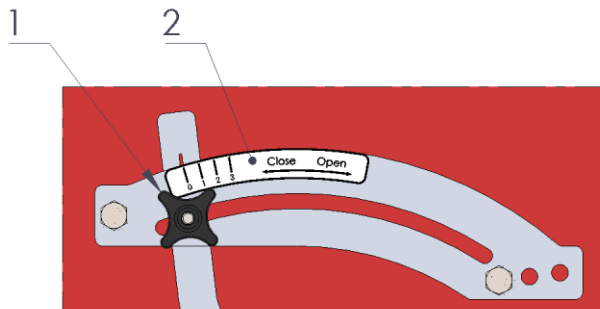

Figure 3a
3. La valve d'élément peut être réglée en fonction de la taille de la semence à semer. Pour les semences d'herbe fine, la valve d'élément doit être complètement fermée. L'engrenage emporte ensuite la semence avec lui. Avec les graines plus grosses, l'espace entre l'engrenage et la valve n'est pas assez grand pour permettre aux graines de passer. Pour cette raison, plus la semence est grosse, plus la valve doit être ouverte. La taille de l'ouverture peut être réglée à l'aide de la poignée de réglage de la valve. Le levier peut être réglé en dévissant la molette en forme d'étoile **(1)**, en sélectionnant la position souhaitée à l'aide de l'autocollant indicateur **(2)** et en resserrant la molette. (voir **Figure 3a**)